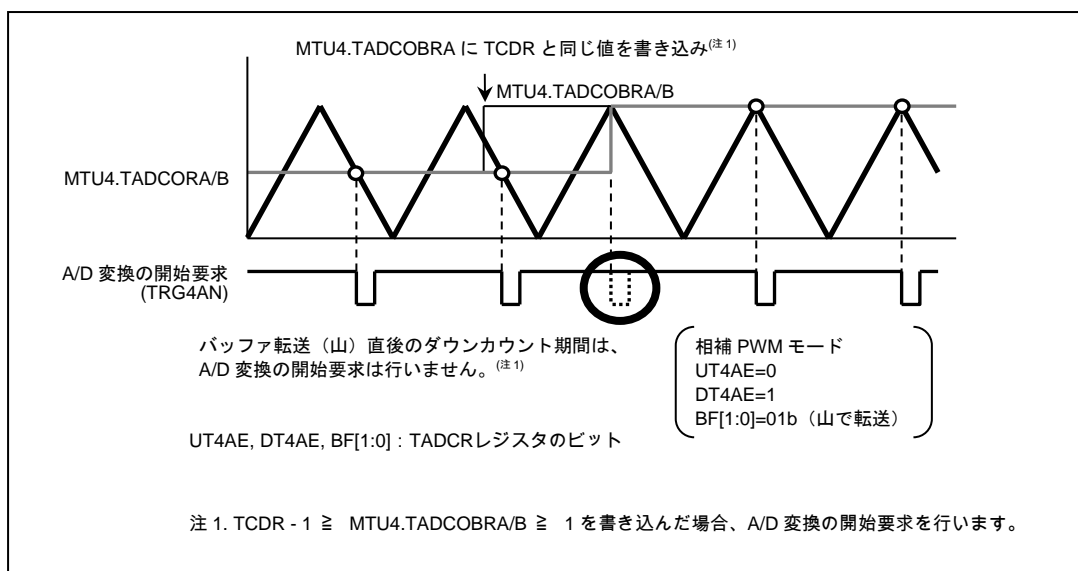

図 2.2 MTU4.TADCOBRA に TCDR と同じ値を書き込んだときの A/D 変換の開始要求(ユニット 0)
- MTUn.TADCOBRA/B に TCDR と同じ値、かつ、MTUn.TADCR の DT4AE、DT4BE ビットに 1 を設定して、MTUn.TCNT の山でバッファ転送した時、転送直後のダウンカウント期間については A/D 変換の開始要求を行いません (図 2.2)。